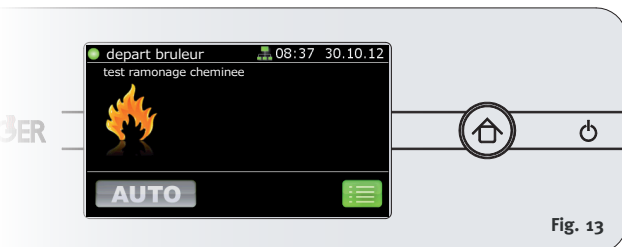

Fig. 13
2. **L'écran d'accueil** indique alors le texte d'information **Test ramoneur**. (Fig. 13)